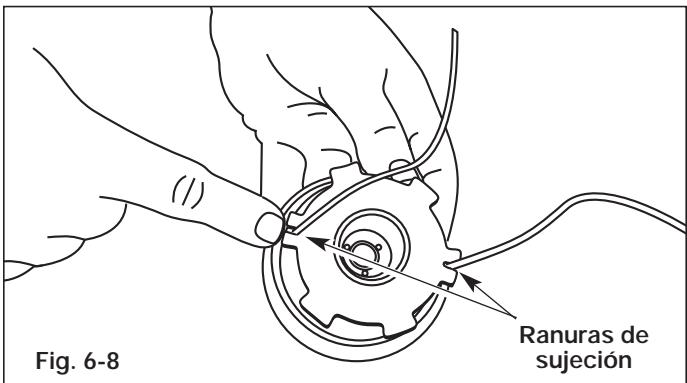

Fig. 6-8
12. Inserte los extremos de la línea en las dos ranuras de fijación (Fig. 6-8).